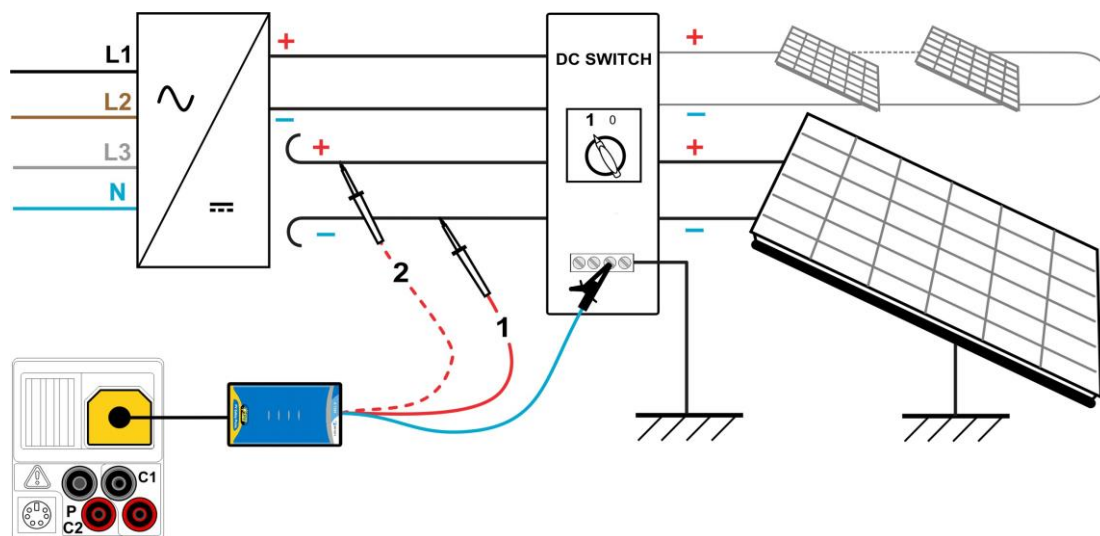

Abbildung 6.2: Anschlüsse zur Messung des Isolationswiderstands an PV-Systemen
- **Schließen** Sie die PV-Sicherheits-Sonde an das Prüfgerät an (siehe Abbildung 6.2).
- **Schließen** Sie die Zubehörteile an das PV-System an (siehe Abbildung 6.2).
- **Schließen** Sie die DC+-Leitung erneut an (siehe Abbildung 6.2).